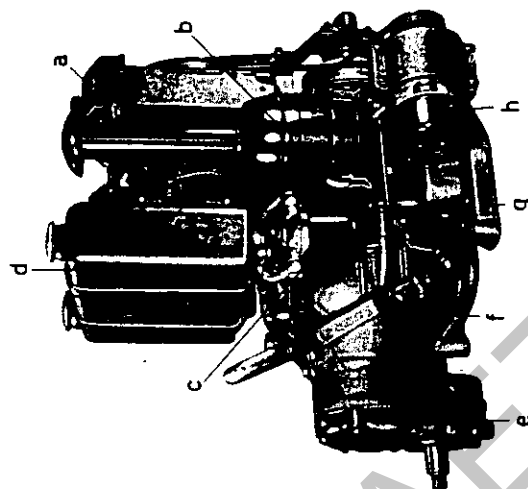

Bild 12
Die **Schmierung** des Motors ist eine Frischölschmierung, d. h. den Triebwerksteilen wird bei laufendem Motor ständig Frischöl zugeführt, das dabei zum großen Teil verbraucht wird. Während des Betriebs nimmt also der Ölstand im Tank ständig ab. Wichtig ist daher, daß der Ölstand im Öltank d (Bild 12, stationäre Ausführung) am Schauglas i (Bild 12) ständig überwacht wird, damit der Motor nicht trocken läuft.
1. **ÖLBADLUFTFILTER:** Der Ölstand im Ölbadluftfilter b (Bild 12) ist stets innerhalb der Markierungen zu halten, gegebenenfalls wird Öl nachgefüllt. Je nach Staubaufschlag (evtl. schon nach wenigen Stunden) ist die Ölmenge zu wechseln, spätestens aber, wenn der sich bildende Staubschlamm höher als 1 cm im Ölbad steht. **Verschlammtes Öl setzt den Ölbadluftfilter außer Funktion und gefährdet den Motor.**
2. **ÖLVORRAT IM SCHMIERÖLTANK** kann durch das Ölstandsglas i (Bild 12) ständig überwacht werden. Ölvorrat rechtzeitig ergänzen, am besten vor jedem Start.
Der Kühler a (Bild 12) muß immer soviel Wasser enthalten, daß im oberen Wasserkasten des Kühlers der Wasserkreislauf gewährleistet ist. Täglich vor der Inbetriebnahme Wasser bis zum Überlauf nachfüllen. Kalkarmes Wasser verwenden. Bei Frost: weiter Frostschutzmittel einfüllen oder Kühlwasser nach endgültigem Abstellen des Motors ablassen. Beide Wasserabflähne rechts und links unten am Zylinder werden hierzu geöffnet und sofort wieder geschlossen, wenn das Wasser abgelassen ist. Kühlwassermenge insgesamt 4 Liter.